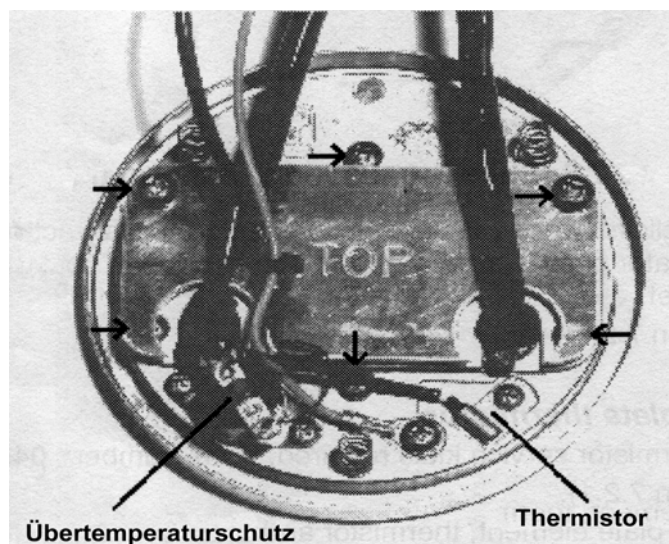

Abbildung 7.7 - Platzierung von Heizplatten-Thermistor, Über-temperaturschutz und Elementschrauben
5. Entfernen Sie die Schraube, die den Heizplatten-Thermistor hält - siehe Abbildung 7.7
4. Entfernen Sie die zwei sichtbaren Schrauben, die den Heizplatten-Reflektor halten. Nehmen Sie das Schild ab. Passen Sie auf, daß die Unterlagsscheiben nicht verloren gehen. Entfernen Sie die letzten vier Schrauben am Deckel (Abb. 7.7)
3. Entfernen Sie die drei Schrauben, die die Heizplatte halten - siehe Abb. 7.7.